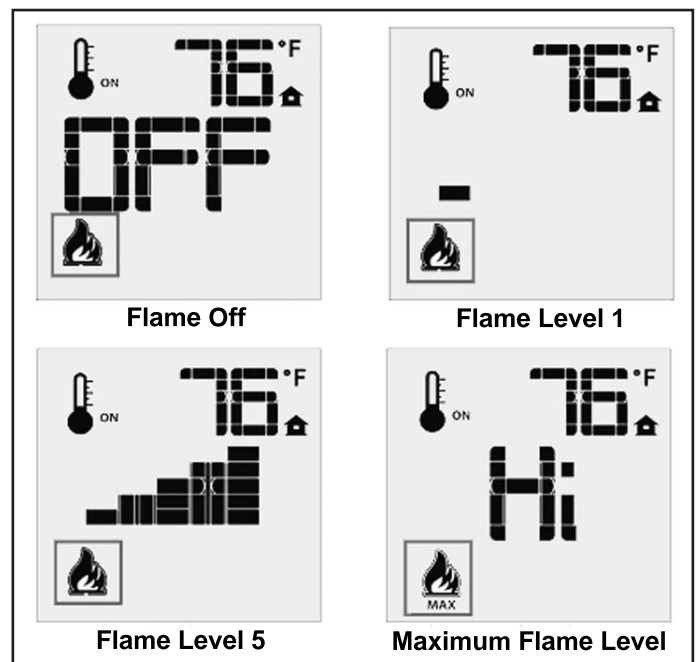

Figure 12: La télécommande montre les niveaux de flamme.
Le Proflame 2 GTMF a six (6) niveaux de flammes. Une fois le système allumé, appuyer sur la flèche vers le bas diminuera de un niveau les flammes, jusqu'à ce que la flamme soit éteinte. Si vous appuyez sur la flèche vers le haut lorsque le système est allumé mais les flammes sont éteintes, la flamme s'allumera au maximum (référez-vous à la Figure 12). Un seul bip confirme la réception de la commande.